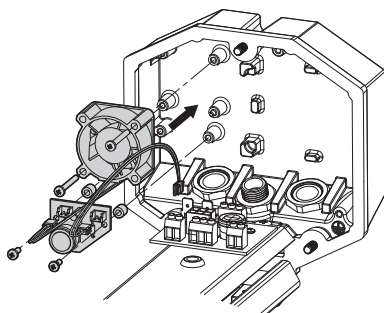

Fig. 08
Positionner l'alimentation fournie avec le kit dans le logement prévu sur le panneau postérieur du caisson. Fixer l'alimentation au fond du caisson au moyen du support prévu et des vis fournies avec le kit d'alimentation (Fig. 08, page 7).
**Sur le bornier portant l'indication J4 sur le circuit d'appui (Fig. 08, page 7), il est possible de prélever la tension d'alimentation principale dérivant d'une source externe. En cas d'alimentation du circuit par une source externe, prêter attention au type de tension utilisée et adopter le kit d'alimentation correspondant aux nécessités.**